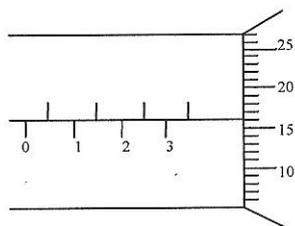

Рис.4
**Микрометр** представляет собой массивную стальную скобу (см.рис.4), на концах которой находятся друг против друга неподвижный упор **А** и микрометрический винт **В**. Винт вращается во втулке, вдоль которой снаружи нанесена шкала с делениями через 0,5 мм. Шаг винта обычно бывает равен 0,5 мм. На винт насажен барабан **С**, край которого при вращении винта перемещается относительно шкалы, нанесенной на втулке. По краю барабана нанесена шкала, подразделяющая окружность барабана на 50 равных делений. На конце
На рис.4 изображено для примера положение барабана, соответствующее длине 3,67мм. Как видно из рисунка, для удобства отсчета миллиметровые и полумиллиметровые деления шкалы втулки нанесены по разные стороны черты, по которой делается отсчет на шкале барабана.